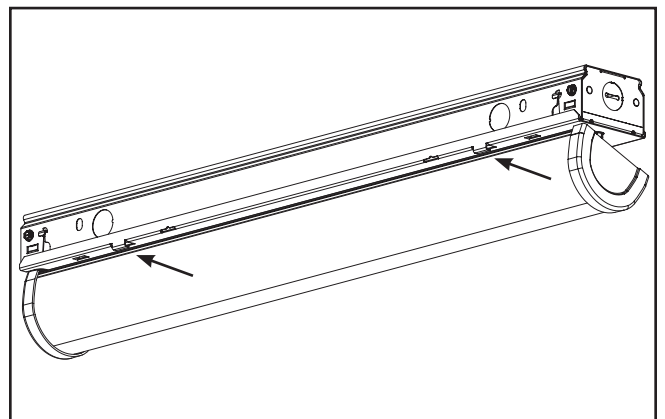

Figure 2.
2. Fixez un des côtés de la lentille au luminaire en faisant glisser le long du couvercle du canal jusqu'à ce que le bord de la lentille soit situé en dessous de chaque attache de la lentille. (Figure 2.)